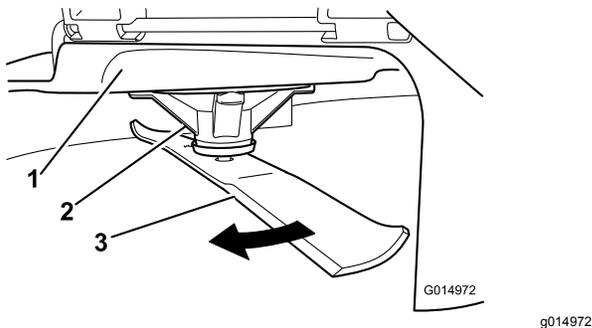

Bild 61
2. Tragen Sie dicke Handschuhe oder andere angemessene Handschuhe und drehen Sie das Messer langsam in eine Stellung, in der das Messen des Abstands zwischen der Schnittkante und der ebenen Fläche der Maschine möglich ist (**Bild 61**).